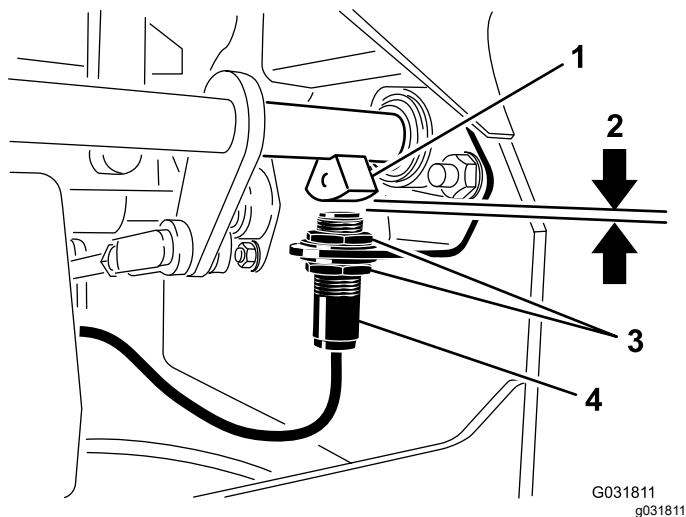

Figura 83
4. Mueva el interruptor hacia arriba o hacia abajo en el soporte hasta que la distancia entre el sensor del eje del freno y el émbolo del interruptor sea de 4 mm (5/32") como se muestra en (Figura 83).